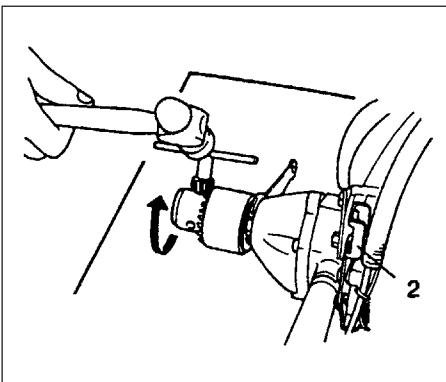

Fig. 2-6B
• Om de boorhouder los te draaien, plaats de moersleutel aan de andere kant en sla van deze kant uit (tegen de wijzers van de klok in) tegen de boorhoudersleutel. (TED-270PFL/270PFLS/270PFDH/270PFDLS/270PFHS) (Fig. 2-6B)